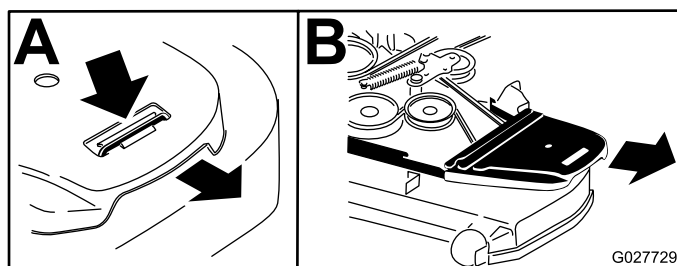

Figure 63
7. Déposez les protège-courroies (Figure 63).